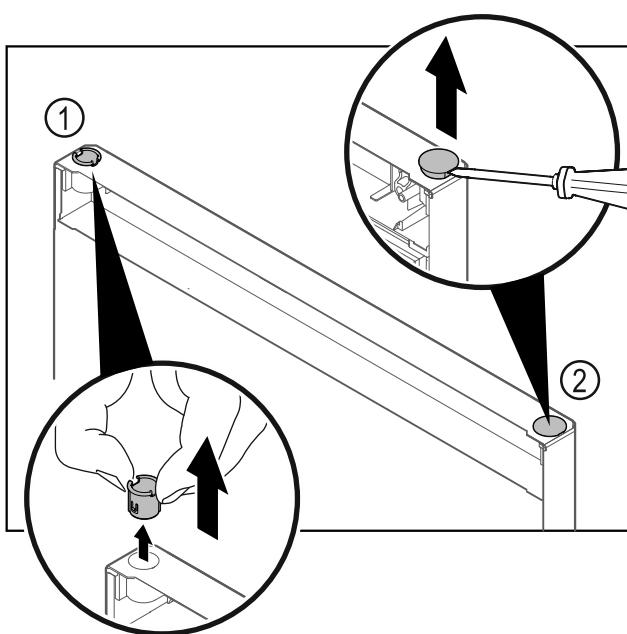

Fig. 11
- ▶ 用手指拔出合页衬套 Fig. 11 (1)。
▶ 用带槽螺丝刀小心撬起盖塞 Fig. 11 (2)并将其拔出。